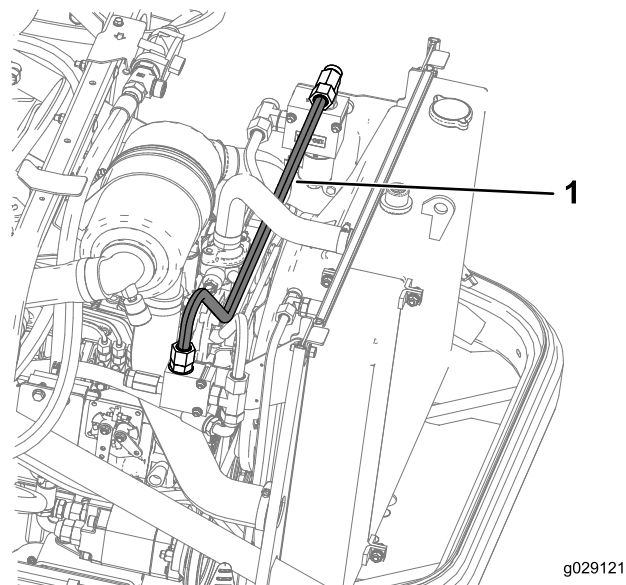

Figura 30
10. Instale o tubo hidráulico I da união adaptadora em T (5/4 x 5/8 pol. macho), no conjunto do coletor direito, na união adaptadora em T (5/8 pol. macho) no conjunto do coletor esquerdo como se mostra na Figura 30.